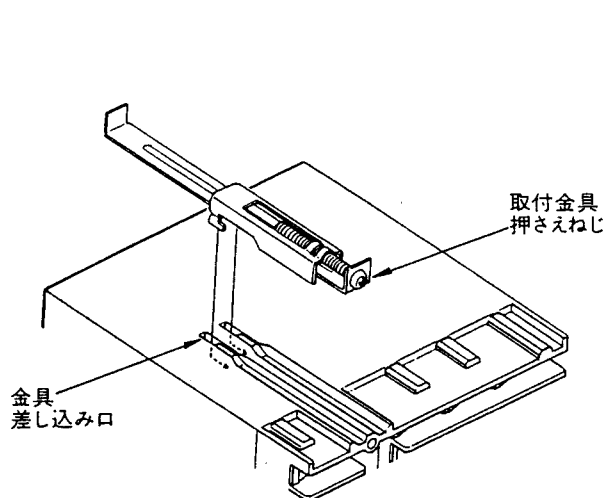

図1
- ①ハ°枠カット寸法を参照して、ハ°枠に取り付ける台数分の角穴をあけてください。
- ②本計器をハ°枠前面より挿入します。
- ③金具差し込み口に取付金具をいれます。(図1)